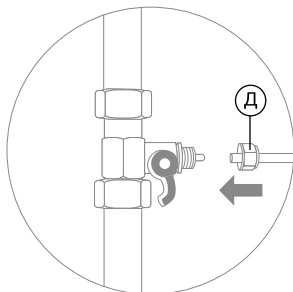
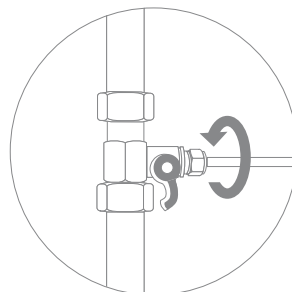

Рис. 7
Рис. 8
2. В гайку (Д) проденьте пластиковую трубку (рис. 7), идущую на вход (IN) в скобу фильтра. Конец трубки наденьте на штуцер тройника-адаптера до упора и плотно закрутите гайку (рис. 8).